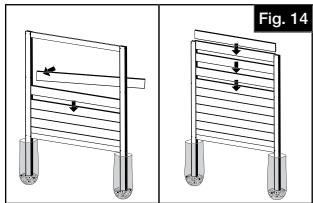

Fig. 14
- Commencer à insérer les planches en travaillant du bas vers le haut. S'assurer que la première planche est insérée de façon serrée dans la traverse inférieure. Continuer jusqu'à ce qu'il ne soit plus possible d'insérer des planches en angle (Fig. 14).